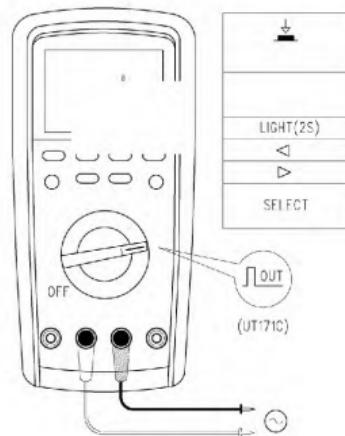

Abbildung 13
11. Quadratische Wellenausgabe (siehe Abbildung 13)